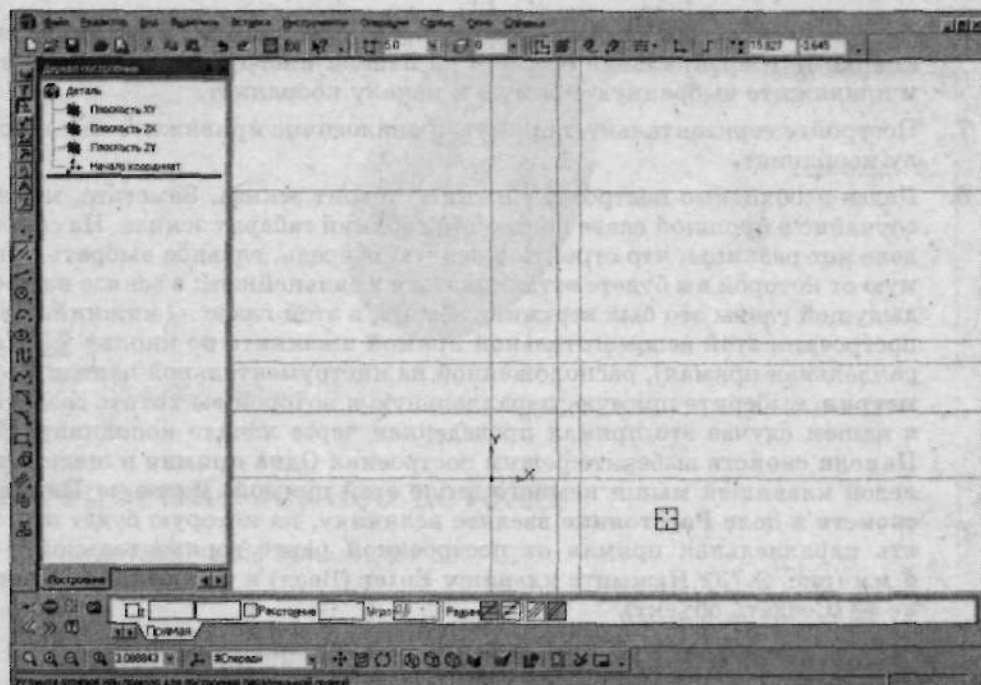

Рис. 2.74. Вид рабочего поля после построения вспомогательных прямых для эскиза детали Седло2
9. Аналогично постройте другие вспомогательные прямые в соответствии с эскизом. Как должно выглядеть рабочее поле после создания всех вспомогательных прямых, показано на рис. 2.74.